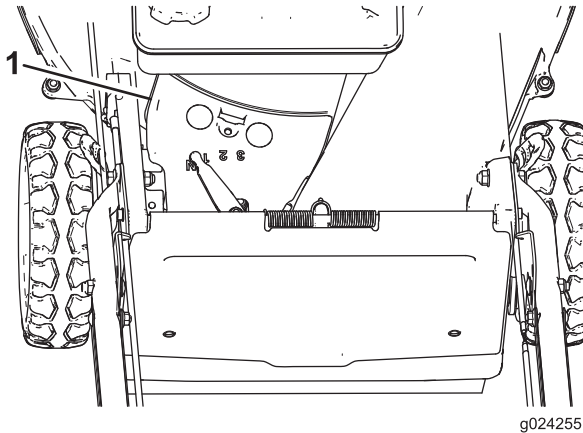

Figure 36
3. Déposez le couvercle de courroie (Figure 36) du carter du plateau de coupe.